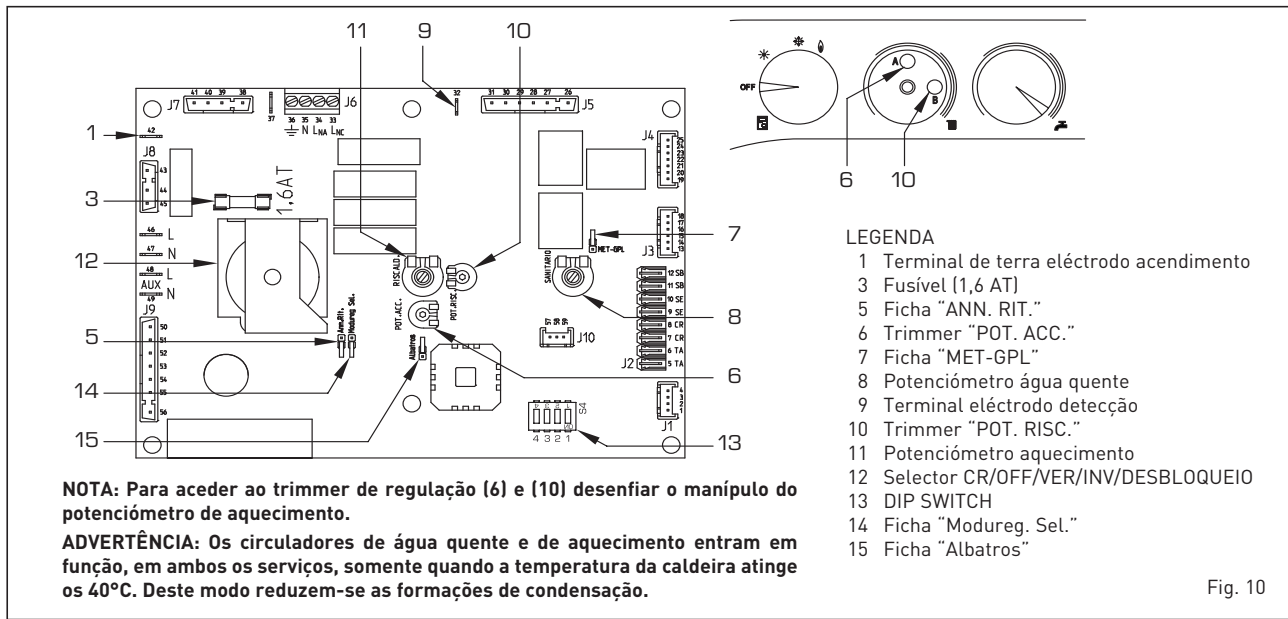

Fig. 10
- **Trimmer "POT. RISC."** (10 fig. 10)
- **Trimmer "POT. ACC."** (6 fig. 10)
- **Ficha "MET-GPL"** (7 fig. 10)
- **Ficha "ANN. RIT."** (5 fig. 10)
- **DIP SWITCH** (13 fig. 10)
- **Ficha "Modureg Sel."** (14 fig. 10)
- **Ficha "Albatros"** (15 fig. 10)